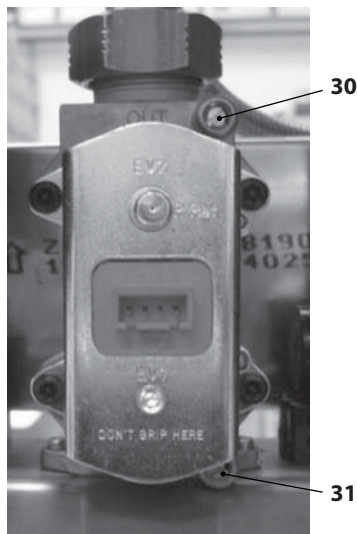

Рисунок 7.1
Выключив котел (приведя в нерабочее состояние), проверьте давление питания при помощи отвода 31 см. Рисунок 7.1 и сравните считанное значение со значениями, приведенными в таблице "Газ под давлением" в разделе "Технические данные M290.24CM/..." на с. 23, "Технические данные M290.28CM/..." на с. 23 и "Технические данные M290.32CM/..." на с.23.
- Тщательно закройте отвод для замера давления 31 см. Рисунок 7.1.
- Откройте отвод для замера давления 30 см. Рисунок 7.1 и подсоедините манометр.